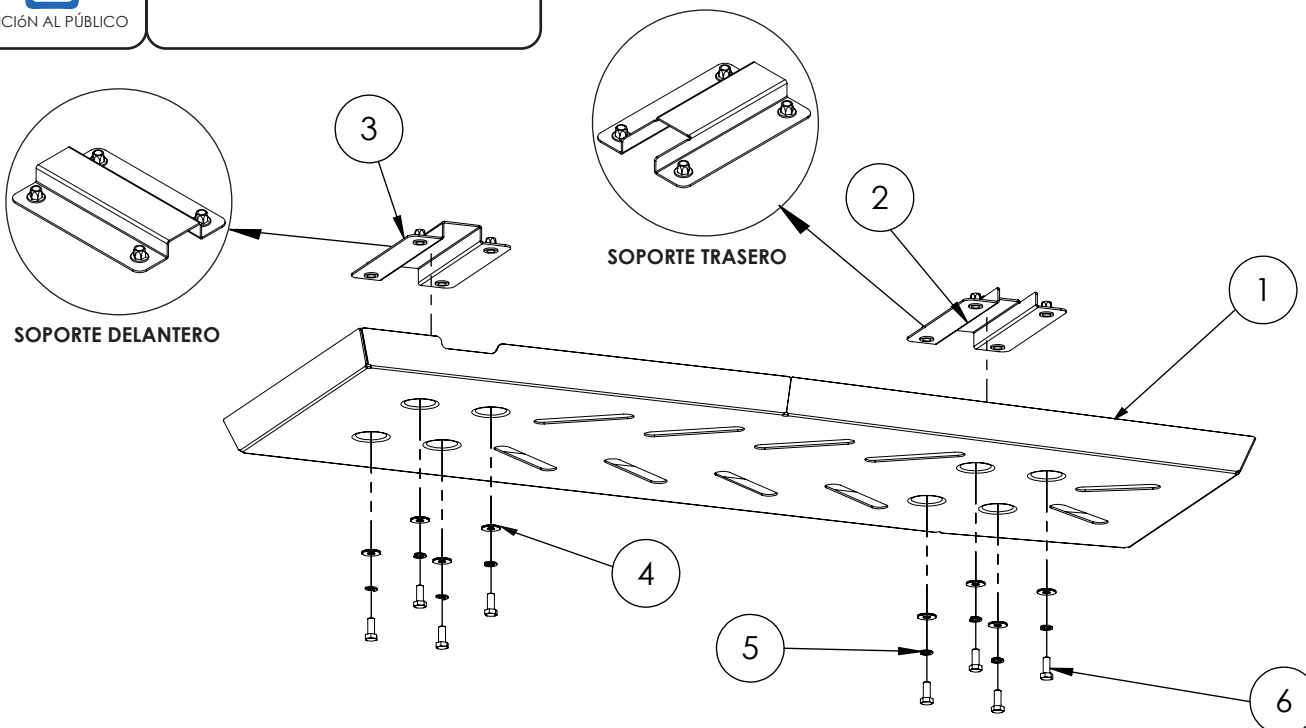

Imagen 1
1.- Una vez debajo de la camioneta, observará que el tanque se encuentra sujeto por dos sunchos. Comience liberando un extremo del suncho (**Ver Imagen 1**) delantero retirando el tornillo original y coloque el soporte (**Pieza 3**) entre el tanque y el suncho. Ajuste manualmente el tornillo que sujeta el suncho (**Ver imagen 2**). Repita este procedimiento para el soporte trasero (**Pieza 2**), asegurándose de que el corte de la pieza quede orientado hacia el exterior de la camioneta. Ajuste manualmente el tornillo del suncho.